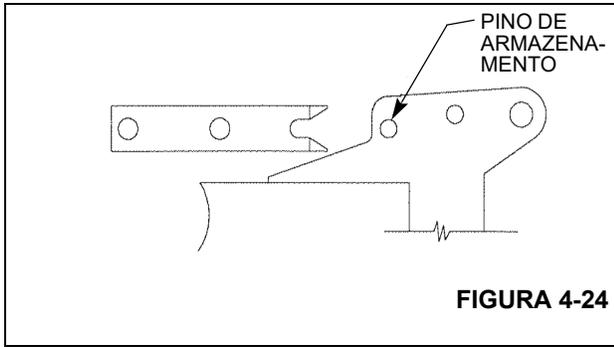

FIGURA 4-24
7. Observe o alinhamento horizontal da fenda nos conjuntos das orelhas e o pino de armazenamento no jib. O ajuste horizontal das orelhas de armazenamento é fornecido pelos furos de parafusos superdimensionados na orelha de armazenamento. Mova as orelhas para dentro ou para fora até obter o alinhamento adequado. Posicione a orelha superior de forma que ela mantenha a parte superior do jib para dentro em direção à lança e a orelha inferior de forma que ela mantenha a parte inferior do jib afastada da parte inferior da lança (consulte a Figura 4-24).